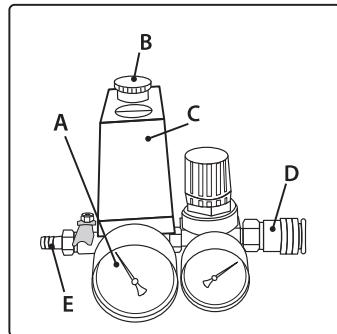

рис. 11
Подключение пневматического инструмента к компрессору осуществляется с помощью выходного быстросъемного штуцера (D) или штуцера «елка» (E) (рис. 11).
По истечении времени обкатки закройте клапан слива конденсата и проверьте, чтобы компрессор нагнетал воздух в ресивер и останавливался автоматически по достижении максимального рабочего давления (10 бар), указанного на индикаторе манометра (A). Компрессор работает полностью автоматически при помощи реле давления (C) (рис. 11), останавливающего двигатель по достижении максимального давления и запускающего компрессор при падении давления до минимального установленного уровня (на 2 бара меньше максимального рабочего давления).